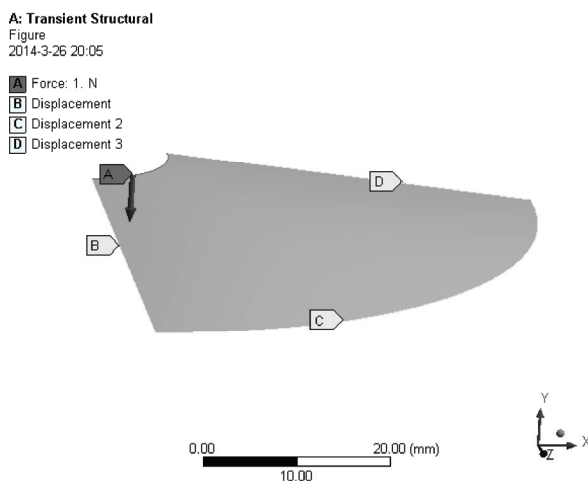

图 14-15 边界条件示意图
9) 选择 Mechanical 界面左侧 Outline 树结构图中的 Transient Structural (A5) 选项，查看边界条件示意图，如图 14-15 所示。